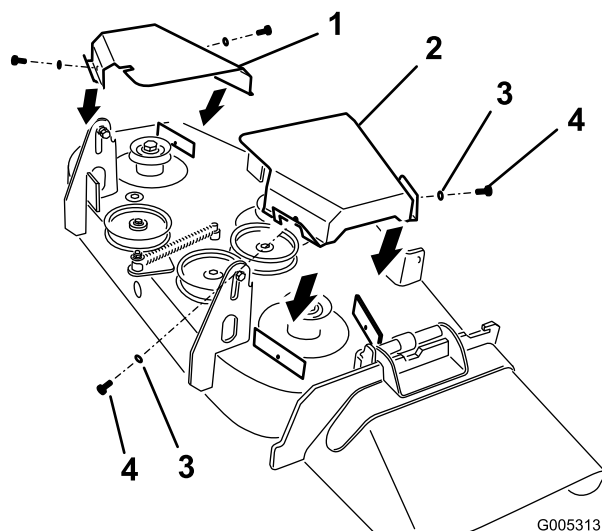

Figura 46
4. Togliete i 2 bulloni e le rondelle di ogni paracinghia e togliete i paracinghia (Figura 46).
9. Montate i paracinghia sui fuselli esterni (Figura 46).